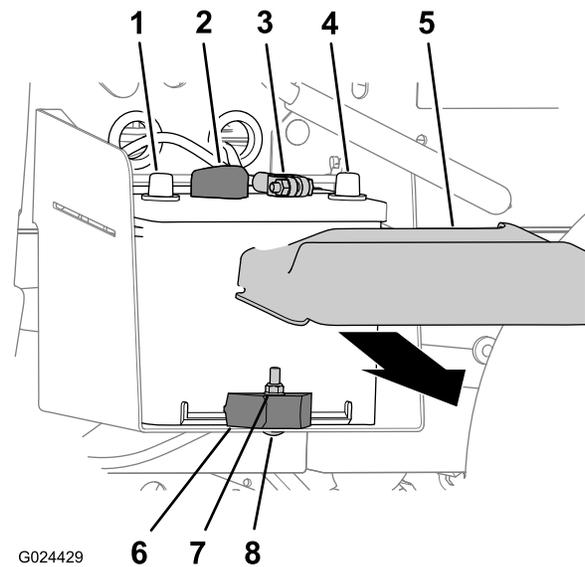

Bild 48
1. Drücken Sie die Seiten der Batterieabdeckung zusammen und nehmen Sie die Abdeckung von der Batterieoberseite ab (Bild 48).
2. Schließen Sie das Minuskabel (schwarz) der Batterie vom Batteriepol ab (Bild 48).
3. Schließen Sie das Pluskabel (rot) der Batterie vom Batteriepol ab (Bild 48).
2. Entfernen Sie die Sicherungsmutter, Schlossschraube und die Batterieklemme, mit denen die Batterie am Batteriefach befestigt ist (Bild 48).
3. Nehmen Sie die Batterie aus dem Batteriefach (Bild 48).
1. Fluchten Sie die Batterie mit dem Batteriefach der Maschine aus (Bild 48).
Hinweis: Stellen Sie sicher, dass die Plus- und Minuspole der Batterie so ausgefluchtet sind, wie in Bild 48 abgebildet.
2. Befestigen Sie die Batterie mit der Batterieklemme, der Schlossschraube und Sicherungsmutter am Batteriefach (Bild 48).
1. Schließen Sie das Pluskabel (rot) am Batteriepol an (Bild 48).
2. Schließen Sie das Minuskabel (schwarz) am Batteriepol an (Bild 48).
3. Setzen Sie die Batterieabdeckung oben an der Batterie auf (Bild 48).